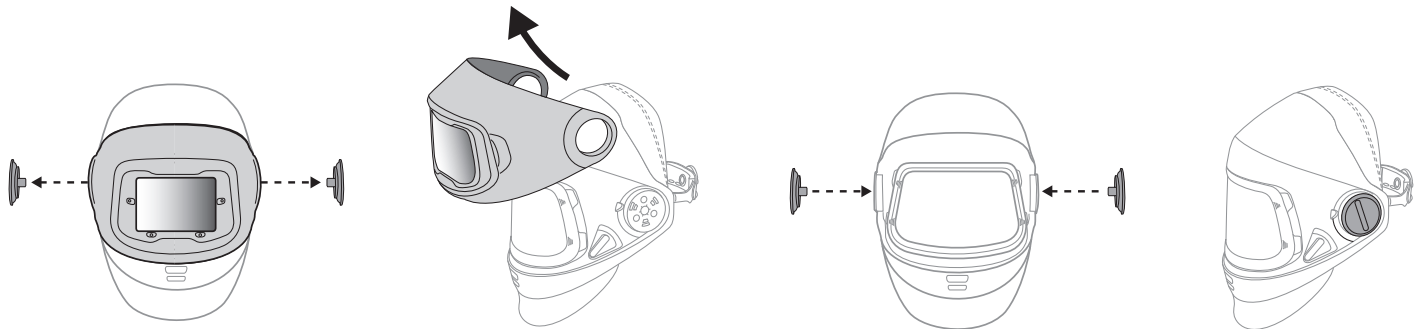

Fig. 9
b. Quite el protector de soldadura exterior y vuelva a colocar las perillas de pivote (Fig. 9).